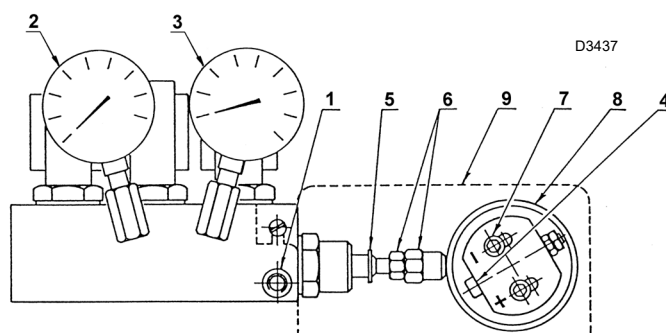

Fig. 33
modifier l'excentricité en agissant sur la vis 4)(Fig. 33) après avoir desserré les vis 7)(Fig. 33).
**Légende (Fig. 33)**
Pour ce faire, il faut changer la longueur de l'arbre 5)(Fig. 33) au moyen de l'écrou 6).
Il est conseillé de calibrer de sorte à ne pas produire de la flamme fumeuse et à arriver à la puissance maximale aussitôt que possible (course maximale du servomoteur 130°) ; calibrer sur l'excentrique vis 5)(Fig. 33) la pression sur le retour pour obtenir la puissance souhaitée et demandée par le gicleur pour revenir ensuite au calibrage des points intermédiaires.